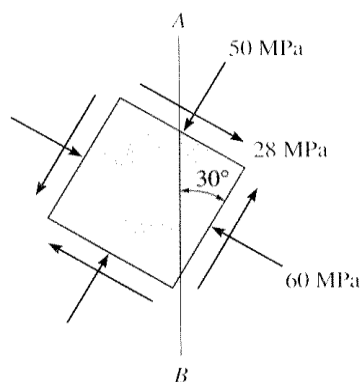

Figura 2.46
2.9.5 Um determinado ponto de uma estrutura está sujeito a um estado plano de tensão indicado na Figura 2.46. Represente o estado de tensão no plano AB e o estado de tensão nos planos principais.